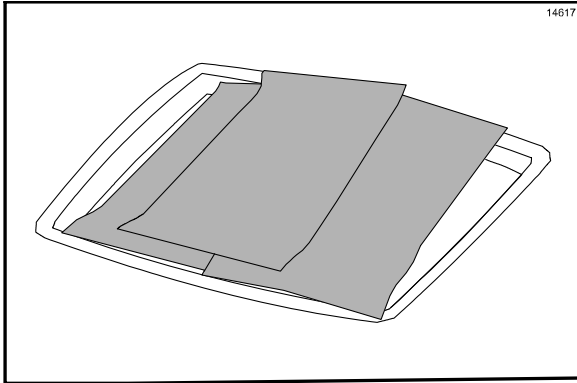

Abbildung 46
13. Alle Trennfolien flach auf dem Ablagetablett ausbreiten. Die Trennfolien dürfen NICHT gefaltet, gekniff oder auf scharfe Gegenstände gelegt werden! NICHT im dreigeteilten Spülbecken reinigen! (Siehe Abbildung 46.)